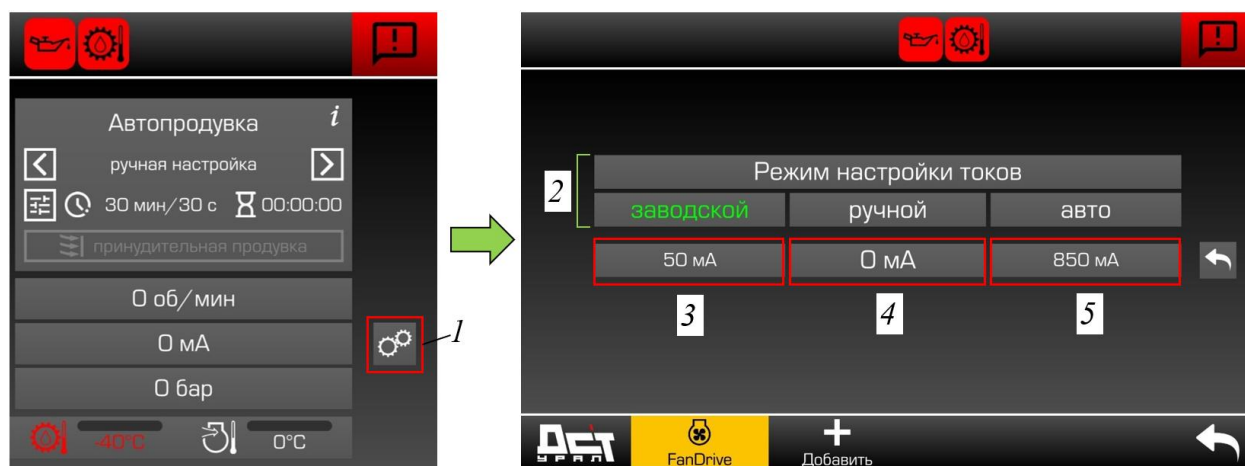

Рисунок 3.36. Настройка токов FanDrive
- ▶ Нажать на кнопку «Настройка токов» (поз. 1, рис. 3.36) на странице «FanDrive».
- ▶ Нажать кнопку «Заводской» для возвращения значений токов к заводским настройкам, рис. 3.36.
- ▶ Нажать кнопку «Ручной» для настройки токов пользователем, рис. 3.36
- ▶ Нажать на цифровой индикатор тока, который необходимо настроить (поз. 3-5, рис. 3.36).
- ▶ Активировать режим настройки «Авто», рис. 3.36.